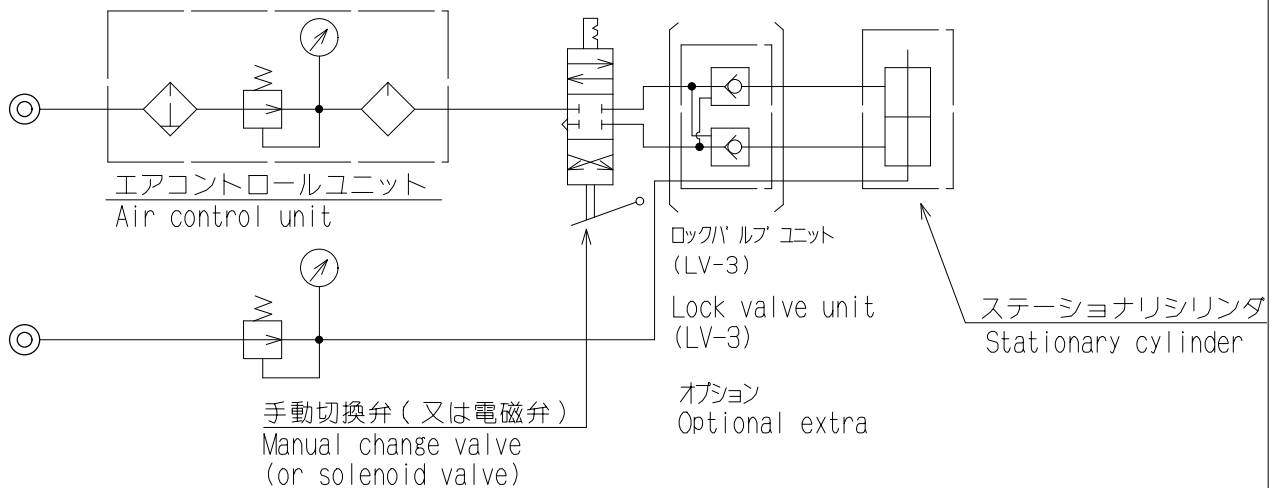

FIG.3 エア回路図
- エア回路図の一例を下記します。（FIG.3）
- 着座確認を行う際は、P.2 ⑩のオリフィスプラグを取外し、使用して下さい。
- ① エアコントロールユニットのルブリケータに、タービン油（粘度 ISO VG32 相当品）を指示線の上限まで入れて下さい。
- ② エア圧力調整ハンドルで圧力を低圧（0.2～0.25MPa）に設定し、切換弁のインチング（短く切換弁をON.OFFする）を行い、確実に作動するか確認して下さい。
- ③ ルブリケータ上部のニードル部を回して、サイドドームの滴下調整を行います。滴下量は1クランプで2～3滴が適当です。
- ④ エア圧力を0.5MPaまで上昇させ、各部のエア漏れや異常をチェックして下さい。